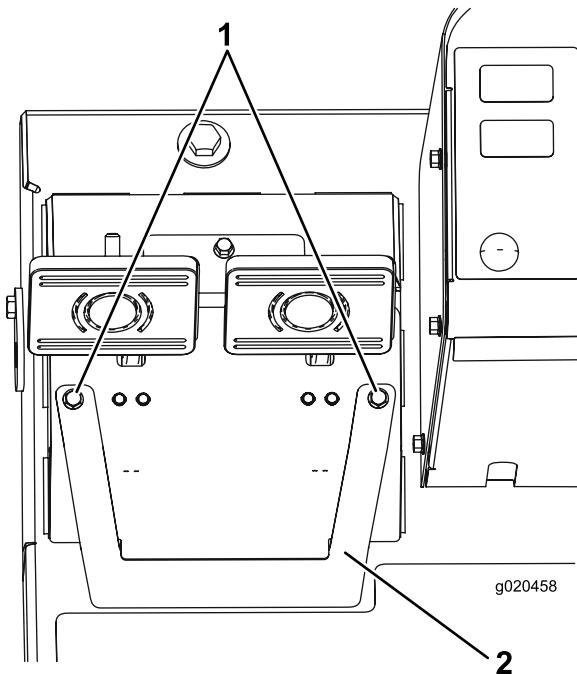

Figura 67
- A. Allentate le 2 viti di fissaggio e rimuovere il coperchio di regolazione dei freni (Figura 67).